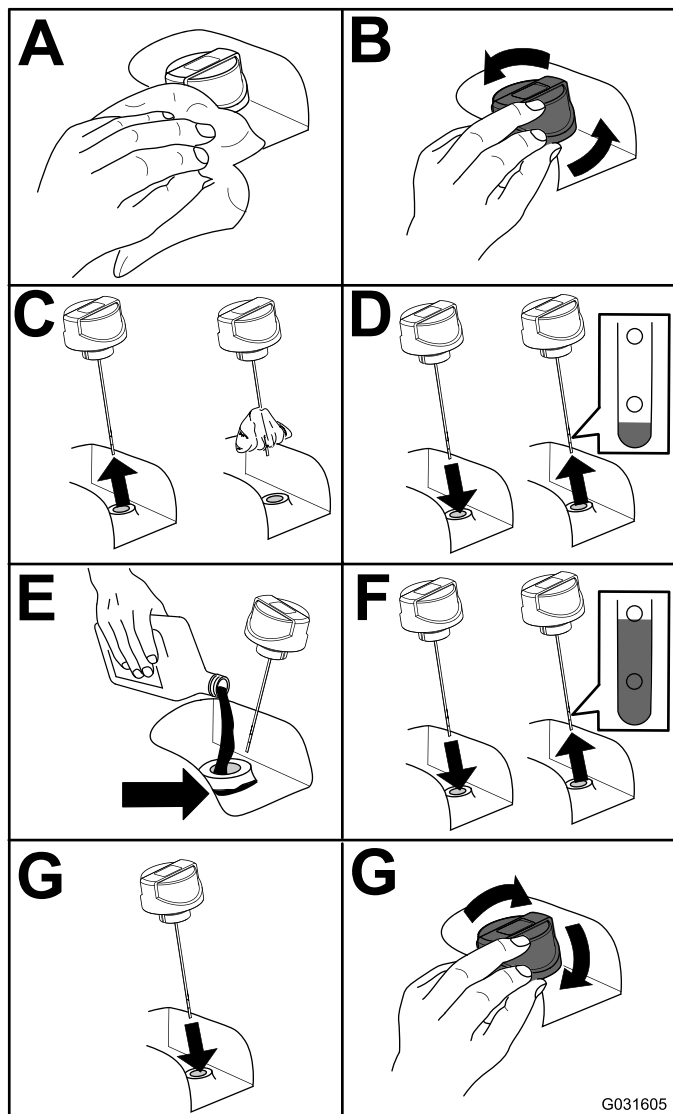

Bild 86
2. Prüfen Sie den Stand des Hydrauliköls (Bild 86).